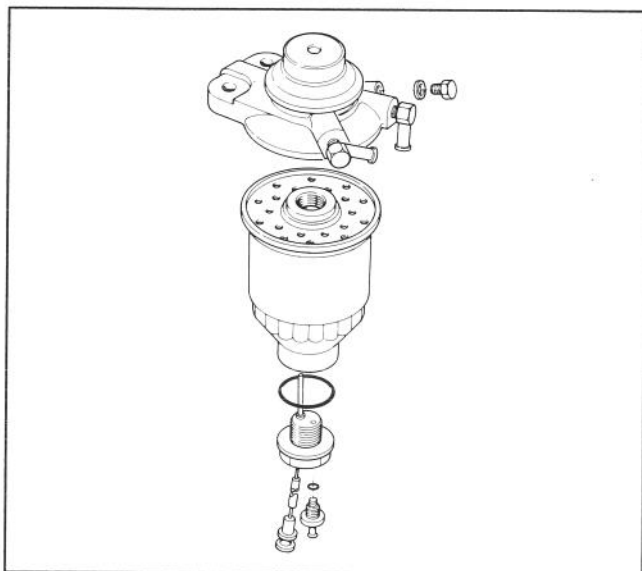

Figure 37
2. Remplacement du filtre à carburant – Remplacer le filtre si l'écoulement du carburant est gêné, toutes les 500 heures d'utilisation ou une fois par an selon le cas. Pour le remplacer, débrancher les connecteurs et dévisser le bouchon de vidange et le joint torique (Fig. 37). Dévisser le filtre et le remplacer par un filtre TORO neuf (Fig. 37). Monter le bouchon de vidange et le joint torique. Rapprocher les connecteurs.